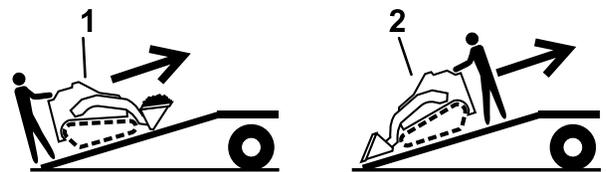

図 20
5. 積み込みは、機体の前後のうち重い方を山側登り側にして行う図 20。